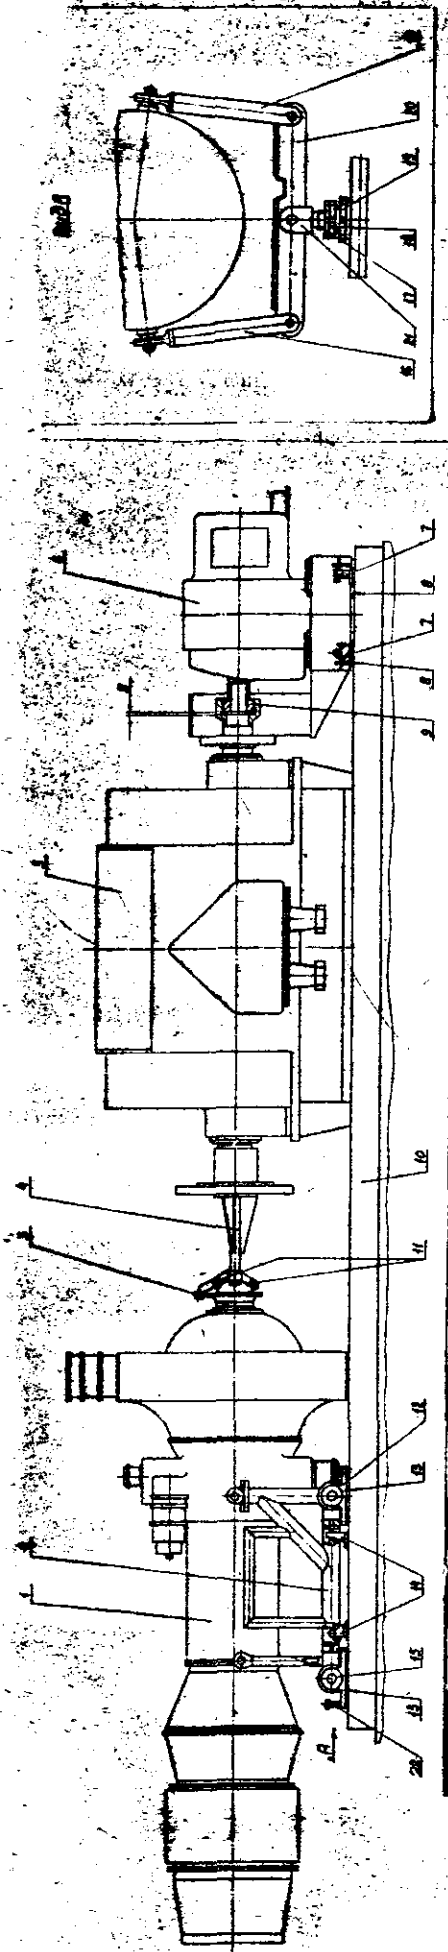

Рис.8. Центровка двигателя с генератором:
- отпустите контргайки I7 и I9 (рис.8) задней винтовой опоры подмоторной рамы;
B_1, B_2 - абсолютные значения показаний индикаторов И (рис.8).
- подцентровку двигателя к генератору по торцевому биению в вертикальной плоскости производите удлинением или укорочением задней винтовой опоры 21 (рис.8) подмоторной рамы, вращая стакан 18 вправо или влево.
- Требуемый зазор $8 \pm 0,5$ мм выдерживайте путем перемещения двигателя с подmotorной рамой в осевом направлении регулировочными винтами кронштейна 14 (рис. 8).